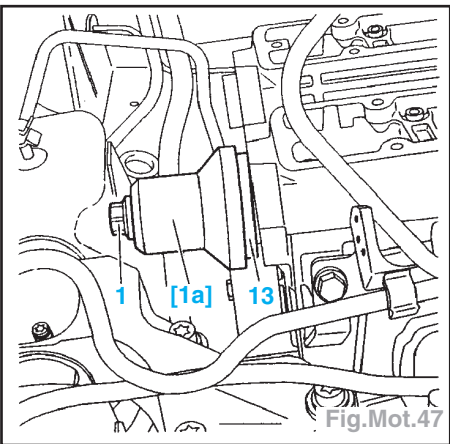

Fig.Mot.47
- Poser des joints d'étanchéité (13) avec l'outil 0189-D [1a] à l'aide des vis des pignons d'arbres à cames (Fig.Mot.47).